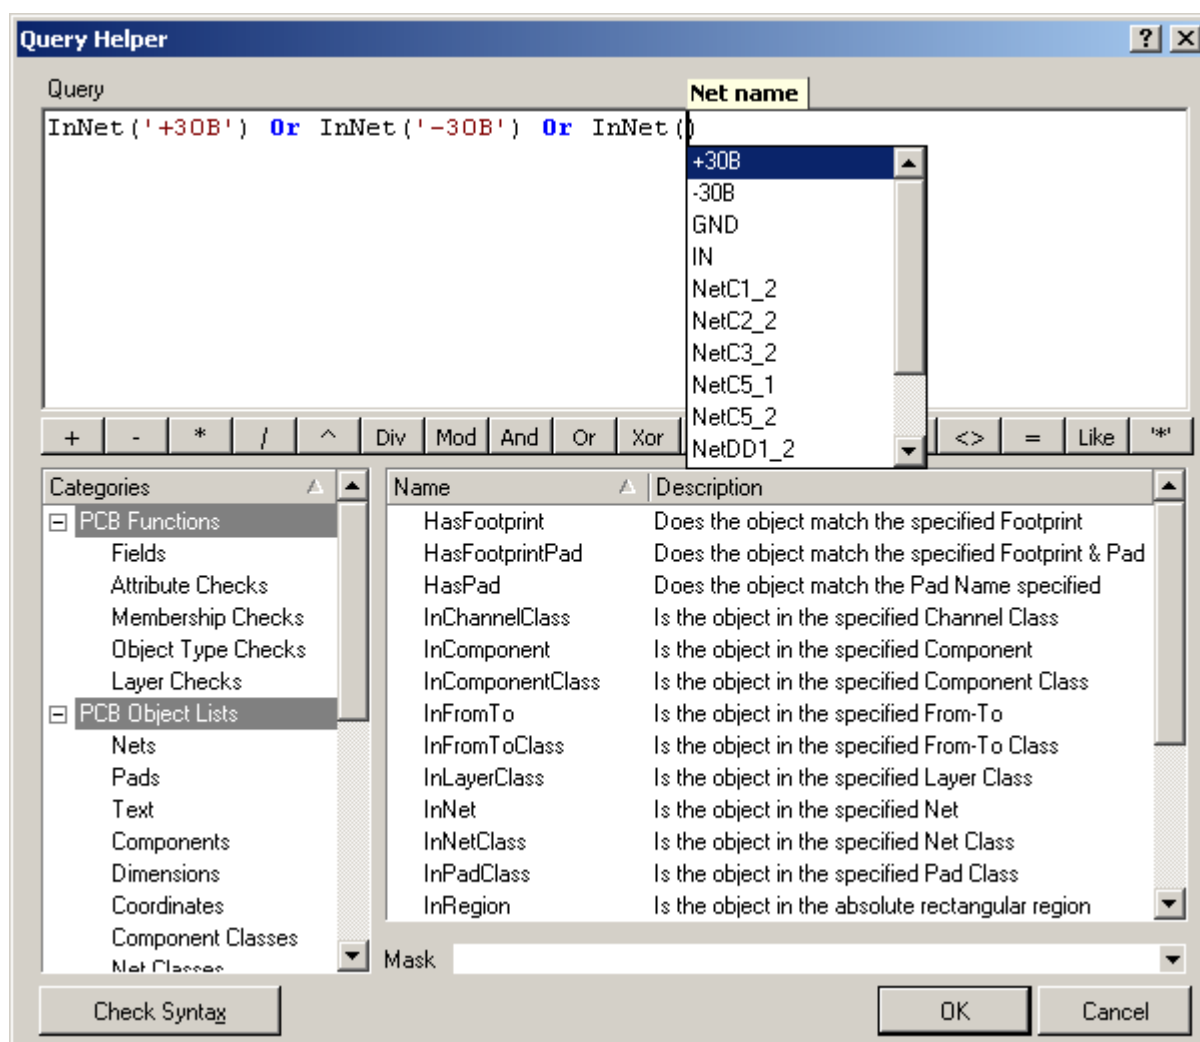

Рисунок 40 – Задание области действия правила проектирования через мастер запросов.
17. Нажмем кнопку Check Syntax, чтобы проверить правильность составления запроса. Наш запрос очень простой, но в общем случае запросы могут иметь достаточно сложную структуру, поэтому такая проверка может оказаться очень полезной (рисунок 40).